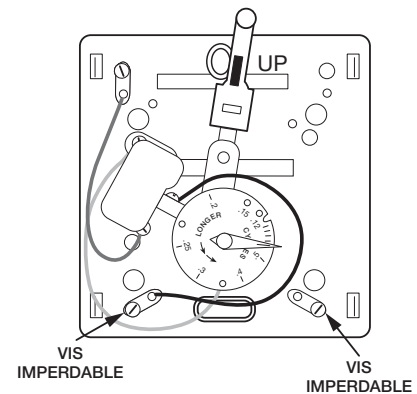

Figure 24.4
- d. Connectez votre fils du thermostat aux bornes (**Figure 24.4**).